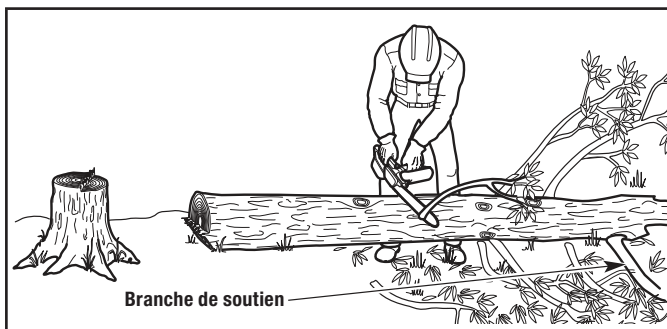

Figure 15
1. Laissez de grosses branches de soutien sous l'arbre (Fig. 15). Elles permettront de soutenir le tronc pendant l'élégage.
2. Coupez les branches une à une. Tenez-vous du côté opposé de l'arbre par rapport à la branche élaguée (Fig. 15). Gardez le tronc entre l'opérateur et la scie à chaîne. Évitez de courber la scie. Les branches sous tension devraient être coupées de bas en haut.